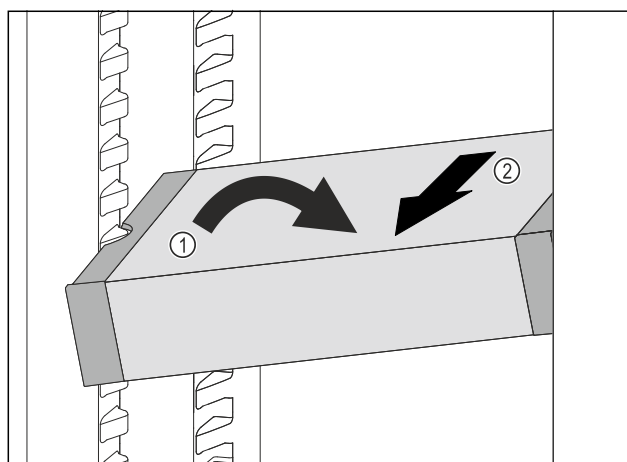

Fig. 139
- Ställ VarioSafe snett i kyldelen. Fig. 139 (1)
- Dra VarioSafe framåt för att ta ut den. Fig. 139 (2)